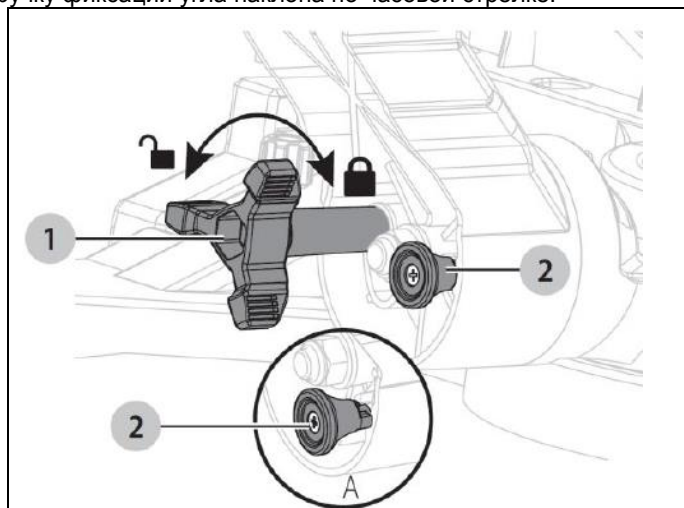

Рисунок 24a
Наклонный рез (Рис. 24a-24b):
- Ослабьте ручку фиксации угла наклона (1) на задней части пилы.
- Для установки режущей головы под любым углом наклона потяните кнопку блокировки (2) назад, поверните ее на 1/4 оборота в любом направлении и отпустите в этом положении (А на Рис. 24a). Угол наклона можно установить от 0° до 48°.
- Чтобы использовать предустановленные упоры, потяните кнопку блокировки (2) назад до тех пор, пока узел режущей головы не будет перемещен, а затем отпустите кнопку блокировки. Узел режущей головы фиксируется на часто используемых углах наклона, включая 0°, 22,5°, 33,6° и 45° влево.
- Для установки режущей головы под любым углом наклона потяните кнопку блокировки назад, поверните ее на 1/4 оборота в любом направлении и отпустите в этом положении (A на Рис. 24a). Угол наклона можно установить от 0° до 48°. Наклоните режущую голову на нужный угол.